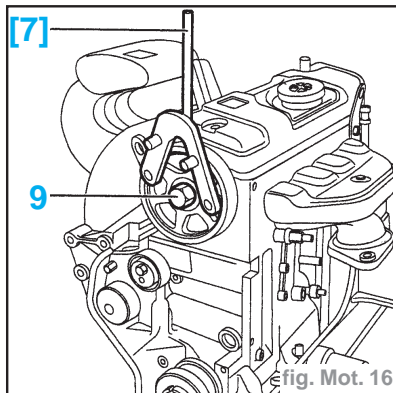

fig. Mot. 16
- immobiliser le pignon d'arbre à cames avec l'outil (7) (réf. 0132AA) pour desserrer la vis (9) (fig. Mot. 16).